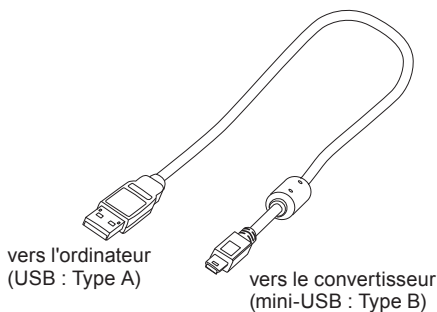

Fig 1. Câble du connecteur
- * Câble : USB (Type A) - mini-USB (Type B) (Fig. 1).